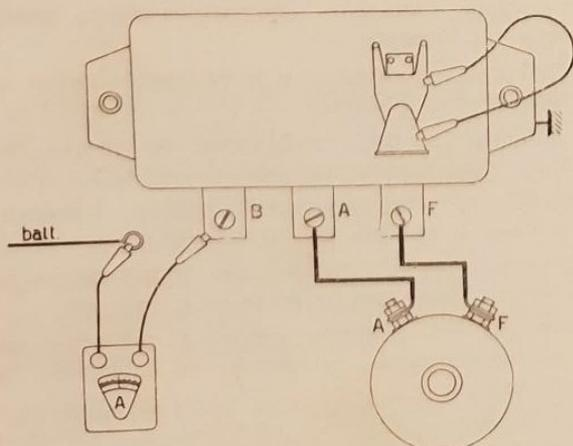

Fig. 13.24
1. Détacher le câble de la batterie et intercaler un ampèremètre entre ce câble et la borne B ; pour être certain que le régulateur de tension n'exercera aucune influence sur le réglage, on le mettra en court-circuit (fig. 13.24).